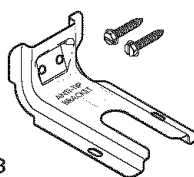

Fig. 13
- Gabarit anti-renversement (Fig. 12), support anti-renversement, 2 vis de montage (le support et les vis sont fournis avec la cuisinière - Fig. 13) et ruban masque (Fig. 14).